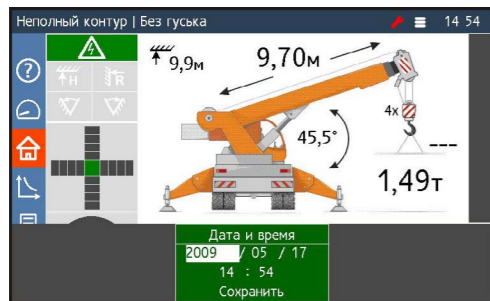

Рисунок 15. Меню «Дата и время»
- кнопками **4**, **5** ввести значения параметров, соответствующие дню, месяцу, году, часу и минутам (рисунок 15);